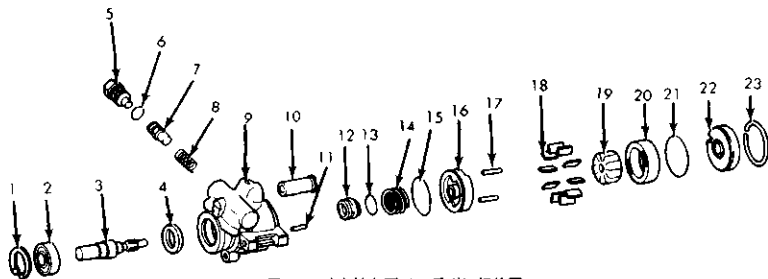

图6-5 动力转向泵 (TC系列) 解体图
1) 拆卸泵带轮, 参见 6.2.5 节 3 款。拆卸轴轴承挡圈 (图 6-5)。从泵中将轴和轴承总成拉出来。如果要 from 轴上拆卸轴承, 测量并记录轴台阶与轴承内圈座圈之间的间隙 (图 6-6)。从壳体上撬下轴油封。
2) 从泵上拆卸流量控制接头 (图 6-5)。拆卸 O 形圈, 流量控制阀总成和流量控制弹簧。